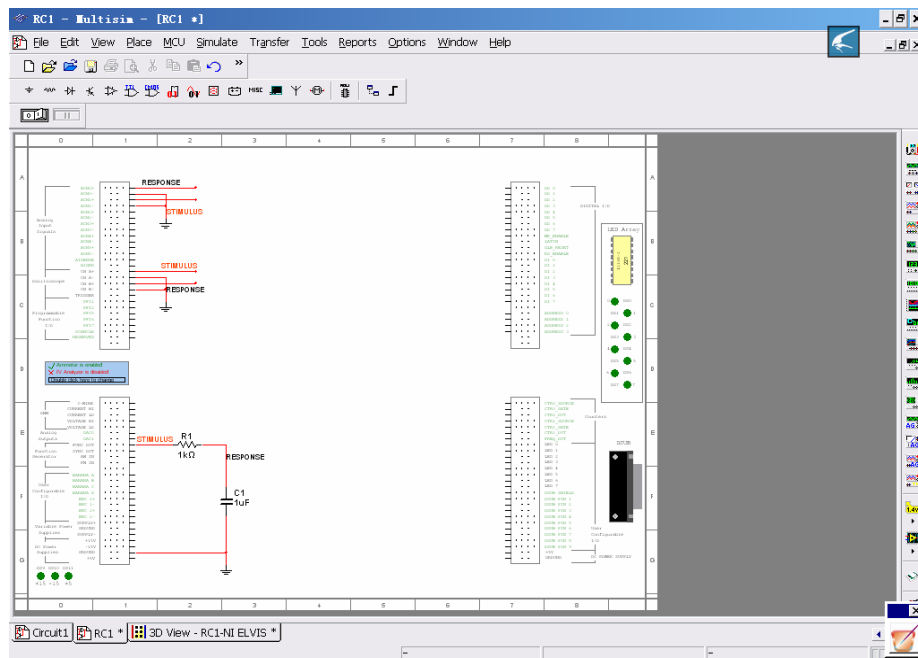

图 11-18 无源低通滤波器电路
- 2) 在如图 11-3 所示 Virtual ELVIS I Schematic 操作界面上设计、画制电路原理图，如图 11-18 所示。